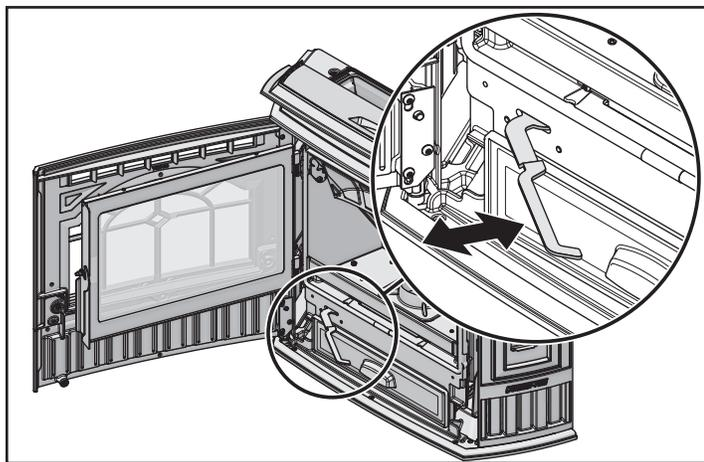

Figure 22.2
- Tirez deux fois la manette du plancher du creuset de combustion jusqu'à ce que la cendre tombe dans le bac à cendre en dessous. **Figure 22.2**